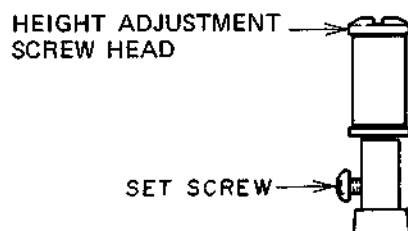

Fig. 5-12
- 1) Slightly loosen the set screw at lower part of the LOADING LEADERS (L), (R) so that LOADING LEADERS can be adjusted with reasonable tightness. (Refer to Fig. 5-12.)
- 1) Desserrer légèrement la vis d'arrêt située à la partie inférieure des GUIDES DE CHARGEMENT (LOADING LEADERS) (G.) et (D.) afin de pouvoir régler les GUIDES DE CHARGEMENT avec suffisamment de précision (voir la Fig. 5-12).